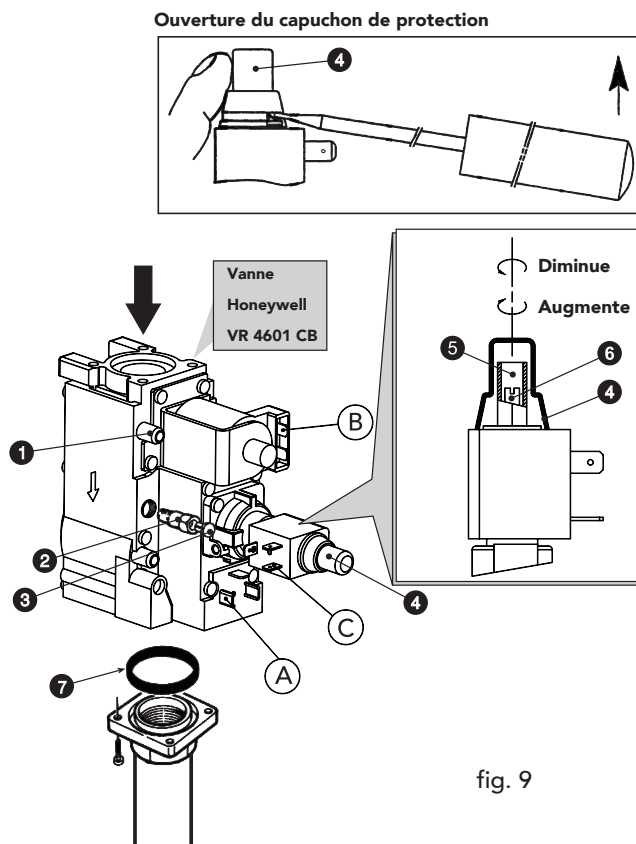

fig. 9
- 2 Retirer le bouchon 3 de la vanne gaz (fig. 9), visser sur la vanne le régulateur d'allumage "STEP" 2, contenu dans le kit de transformation et remettre le bouchon 3 sur le régulateur.
Effectuer les mêmes opérations décrites plus haut, en veillant à ôter le régulateur "STEP" d'allumage 2 (fig. 9) de la vanne gaz ; le bouchon 3 (fig. 9) doit être monté directement sur la vanne.